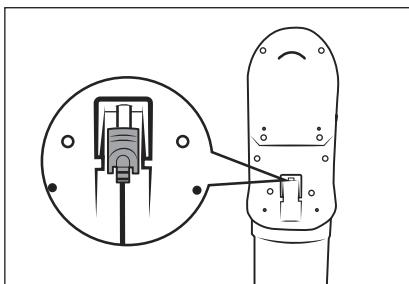

Abb. 8
- Laden Sie den Akku ② wieder auf, sobald die Batterieanzeige ⑦ eine geringe Restladung des Akkus ②  anzeigt.
- Das Gerät schaltet sich aus, kurz nachdem ein leerer Akku ②  angezeigt wird.
- Der Staubsauger kann auch direkt über den Netzadapter ⑩ geladen werden. Entnehmen Sie dafür den Hohlstecker ⑪ durch eine leichte Drehung aus der Wandhalterung ⑯ und stecken Sie ihn in die Ladebuchse ③ am Gerät (siehe Abb. 8).